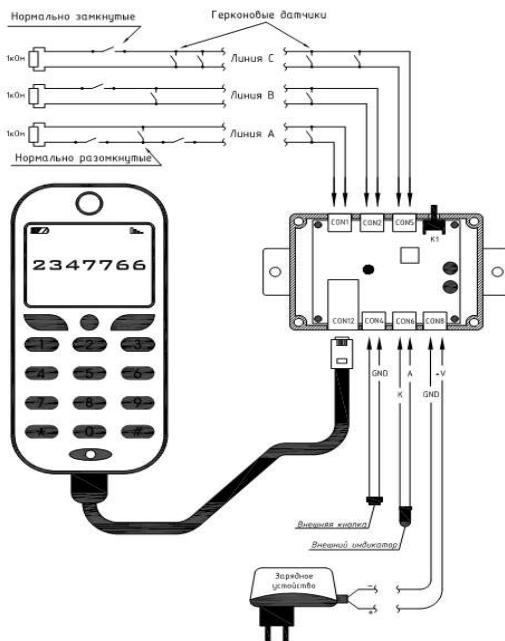

Рис. 2 Схема подключения устройства
Установка Устройства осуществляется в соответствие монтажной схемы Рис. 2
Подключение шлейфов сигнализации А, В, С, внешней кнопки управления, внешнего светодиода и питания производится с помощью разъемов согласно рис.2. После подключения питания устройство готово к работе. Если будут использоваться не все каналы, то неиспользованные должны быть зашунтированы резистором 1 кОм.
1. Визуально проверьте правильность монтажа устройства, согласно монтажной схемы Рис. 2;
Центральной частью схемы является микроконтроллер IC1. Он таинствуется с использованием внешнего керамического резонатора. На IC2 реализован стабилизатор 3.3В. На разъем CON8 подается входное напряжение (поларность указана на Рис. 2). К CON4 подключается внешняя кнопка (дублирующая K1), к CON6 – внешний светодиод (дублирующий LED1). К CON12 подключаются интерфейсные линии сотового аппарата. На разъемы CON1, CON2, CON3 подключаются линии охраны соответственно с первой по третью.